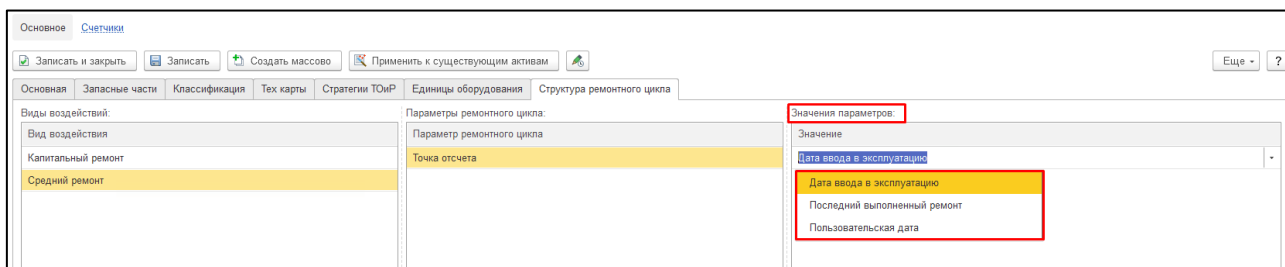

Рисунок 36. Заполнение табличной части «Значение параметров».
- «Точка отсчета» - заполнить реквизит «Значение» путем выбора из предложенных вариантов (см. Рисунок 36):